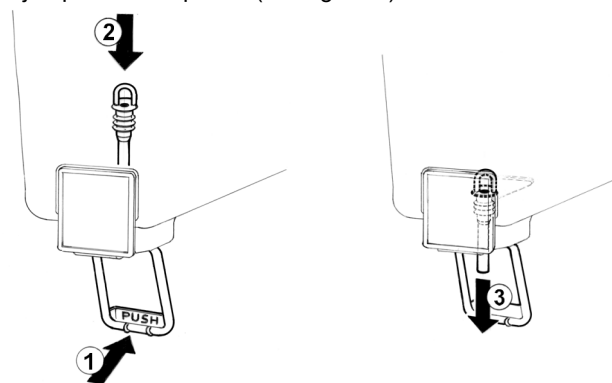

figure 5
**2** **Robinet avec tube en caoutchouc:** Pousser (1) le levier de débit robinet et enfiler (2) le tuyau du robinet dans son siège
sur le fond du réservoir. Tirer (3) doucement le tuyau vers le bas jusqu'à le bien placer (voir figure 5).